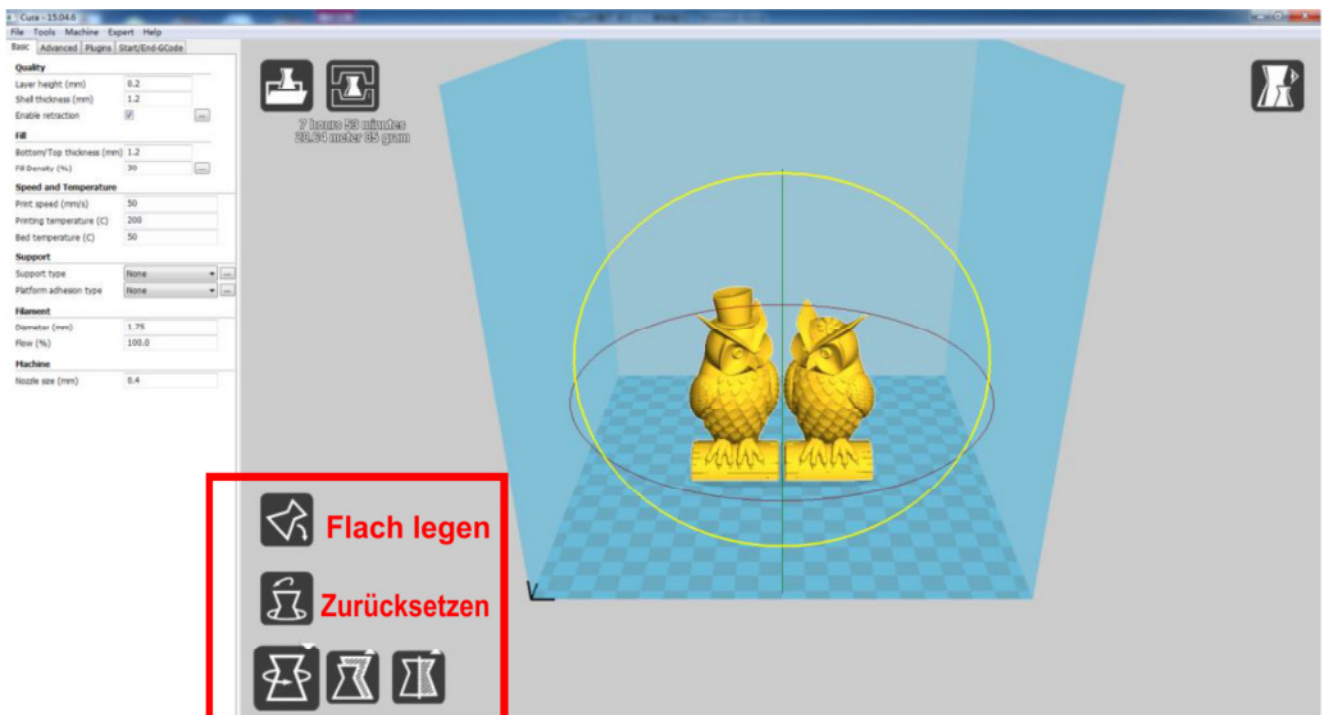

Abbildung 18
(4) **Drehen:** Klicken Sie mit der linken Maustaste auf das Modell, und unten links werden mehrere Symbole angezeigt des Fensters (**Abb. 18**). Klicken Sie auf die Schaltfläche "Drehen". Das Modell wird von 3 Kreisen umgeben. Drehen das Modell durch Verschieben der Kreislinien.
- Flach legen: Es ist sehr wichtig, sicherzustellen, dass der flache Teil des Modells gut auf der Plattform aufliegt. Verwenden Sie daher nach jedem Drehen die Option "Flach legen", um Haftungsprobleme während des Druckens zu minimieren. (**Abb. 18**)